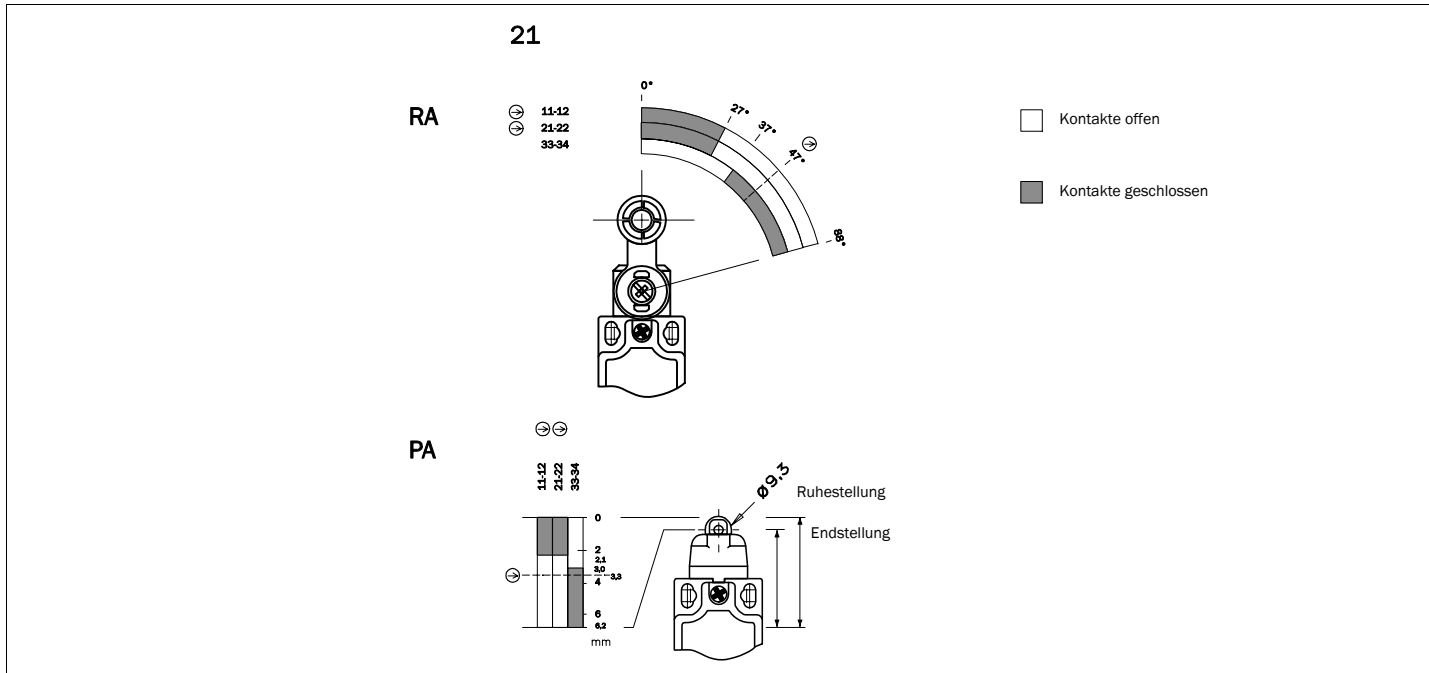

Abb. 1: Schaltwegdiagramme (RA = Rollenhebel, PA = Rollenstößel)
- Kontaktbelegung siehe Schaltwegdiagramm (Abb. 1).